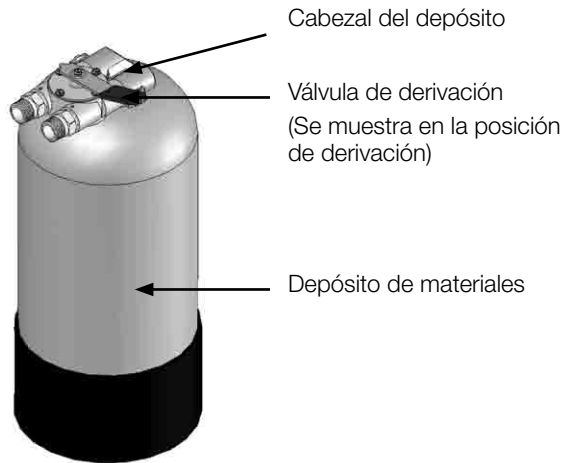

Figura 1.
3. Colocar la válvula de derivación en la posición de SERVICIO (tal como lo indica la Figura 1).